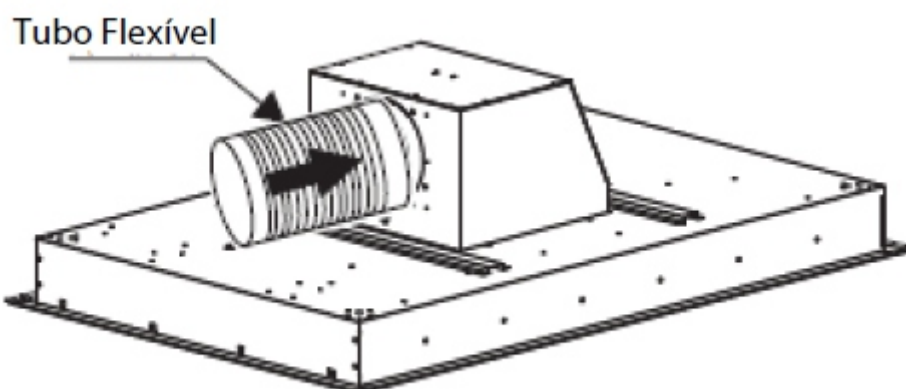

Figura 8
- d. Instale a barra decorativa e os filtros seguindo a ordem oposta dos passos a / b acima, conecte um lado do tubo de expansão à saída do motor (consulte a figura 8).